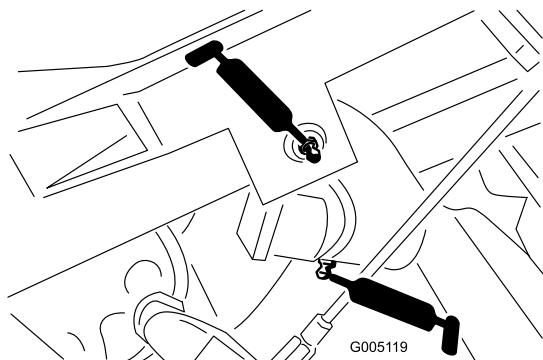

Bild 37
- Hubarmgelenk (3) und Schwenkscharnier (3) (**Bild 37**)